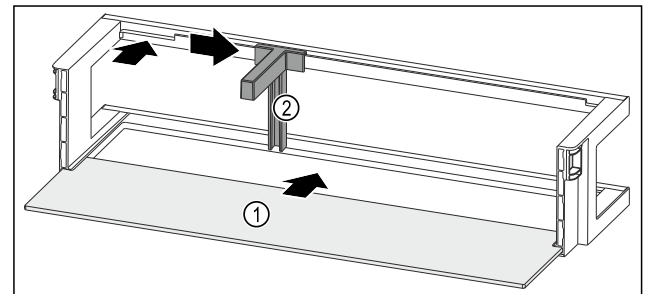

Fig. 131 Türabsteller mit Abstellfläche
- Abstellfläche Fig. 131 (1) in die seitlichen Einsparungen einschieben.
- Flaschenhalter Fig. 131 (2) in die Aussparung einsetzen.
- Flaschenhalter Fig. 131 (2) in gewünschte Position zur Seite schieben.